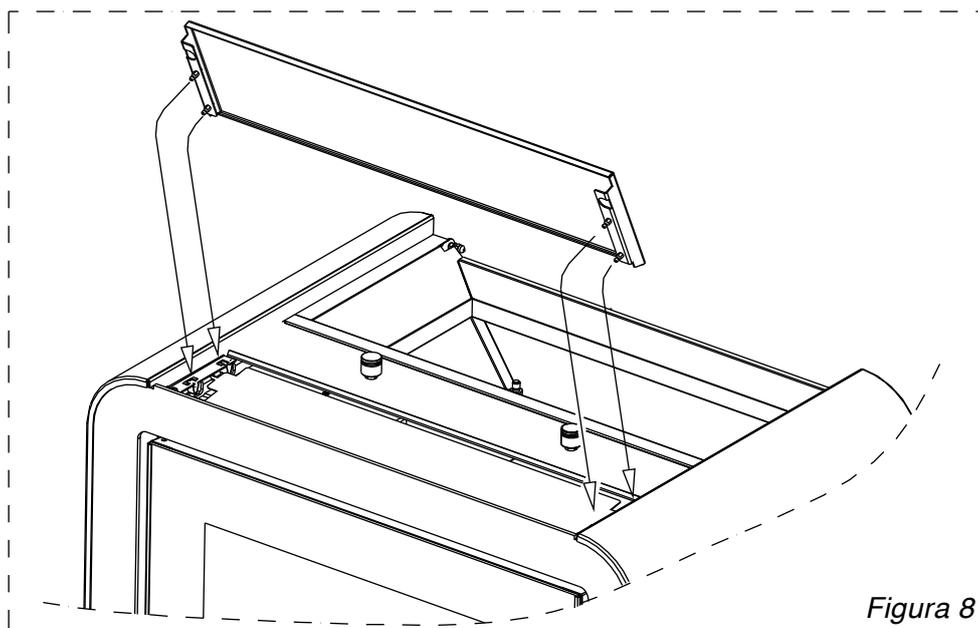

Figura 8
- Fissare ora il coperchio anteriore preassemblato alla stufa (Figura 8).